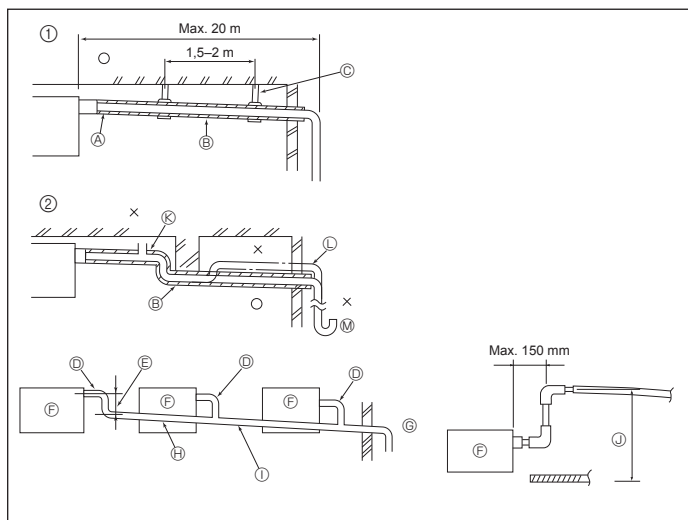

Fig. 6-1
6.1. Дренажные трубы (Fig. 6-1)
- ① Правильное соединение труб
- ② Неправильное соединение труб
- ③ Изоляция (9 мм или больше)
- ④ Наклон вниз (1/100 или больше)